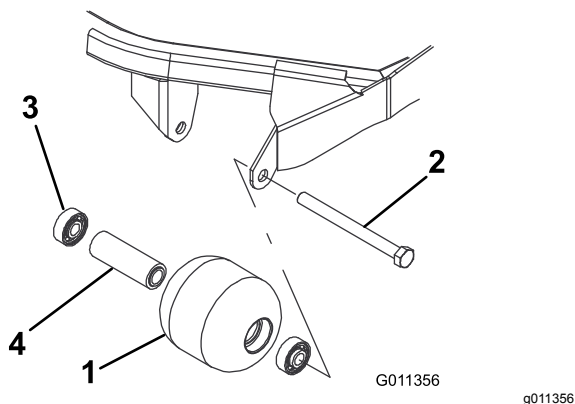

図 88
1. ローラ取り付けボルトを外す 図 88。
4. ローラハウジング、ベアリング、ベアリングスペーサに破損がないか点検する 図 88。破損している部品を交換し、組み立てを行う。
1. 第一のベアリングをローラハウジングに押し込む 図 88。アウターレースのみを押すか、インナーレースとアウターレースを均等に押すかする。
2. スペーサを入れる 図 88。
3. 第二のベアリングをローラハウジングに入れる 図 88 このときは、インナーレースがスペーサに接触するまで、インナーレースとアウターレースを均等に押す。